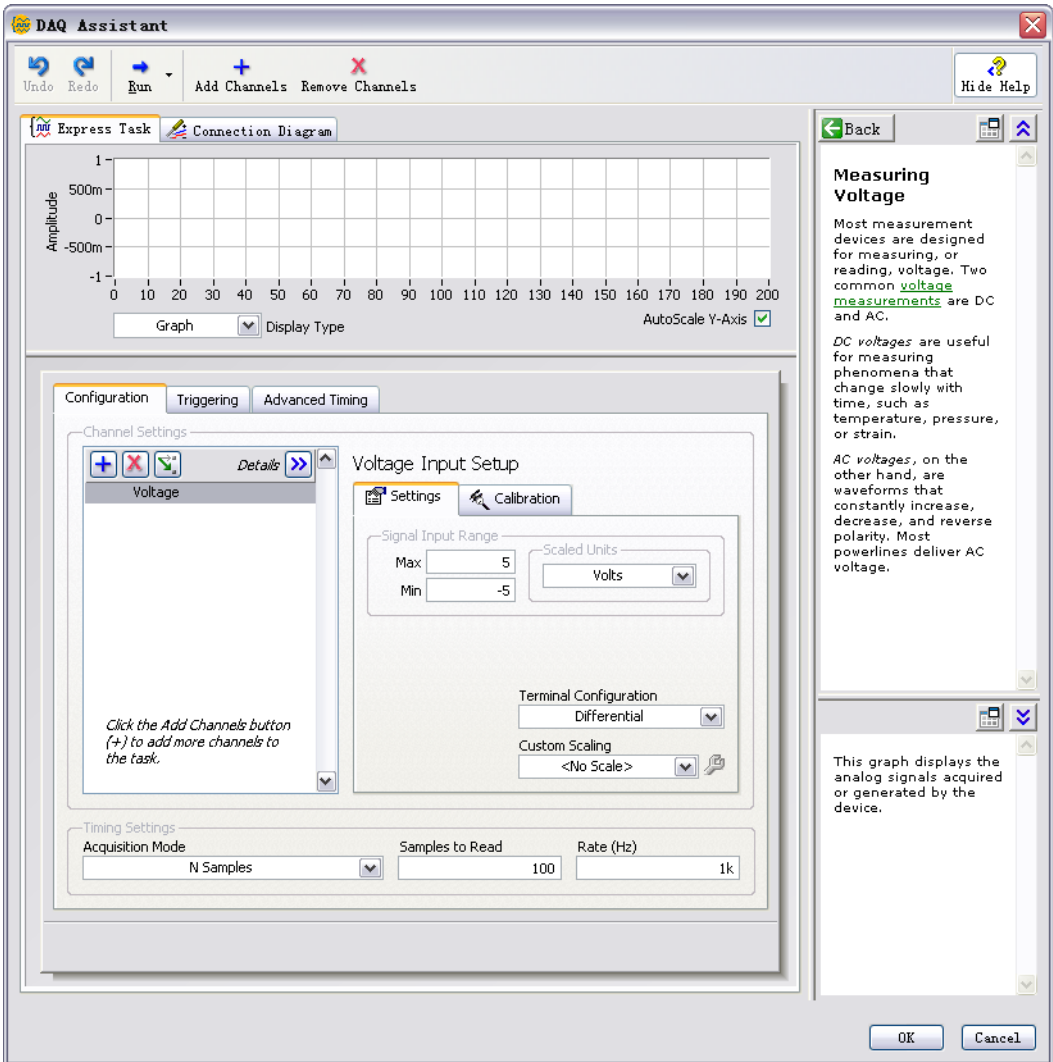

图 4-1 使用 DAQ Assistant 配置任务
6. 在 **Supported Physical Channels** 列表中，选择仪器与信号连接的物理通道（如 **ai0**）并单击 **Finish** 按钮。DAQ Assistant 将打开一个新对话框，如图 4-1 所示。对话框显示选中完成任务的通道的配置选项。